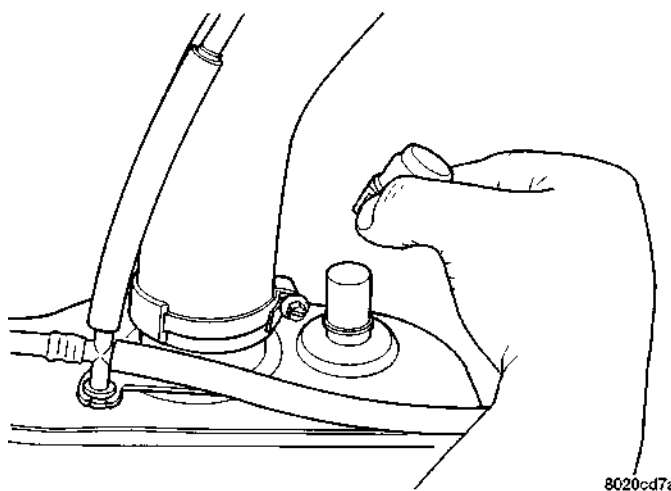

Fig. 13 Posición del orificio de drenaje
- (1) Retire el tapón de la boca de llenado de combustible.
- (2) Realice el procedimiento de descarga de la presión de combustible del sistema.
- (3) Desconecte el cable del negativo de la batería.
- (4) Eleve el vehículo sobre un elevador.
- (5) Retire el tapón de conexión rápida del orificio de drenaje. El orificio de drenaje se encuentra en la parte superior trasera del depósito de gasolina. Introduzca una manguera de sifón en el orificio para pruebas (Fig. 13).
- (6) Drene el depósito de gasolina hasta vaciarlo en un depósito de retención o recipiente de seguridad correctamente indicado para **gasolina**.